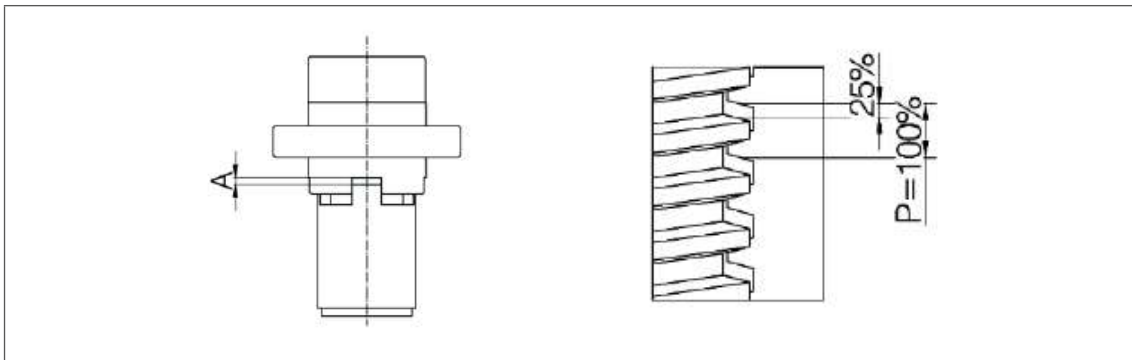

图 20 : 安全锁紧螺母 SIFA : 用于磨损测试对比的尺寸 „A „
4. 如果安装了安全锁紧螺母 SIFA, 测量尺寸 „A „并记录下来 (见图 20)。这一措施的新状态下的尺寸可作为后续操作的参考尺寸, 也是日后评估磨损情况所必需的 (参见第 7.1.1 章, 第 25 页)。
3. 如果安装了安全锁紧螺母 SIFA：检查磨损情况，如图 20 所示。